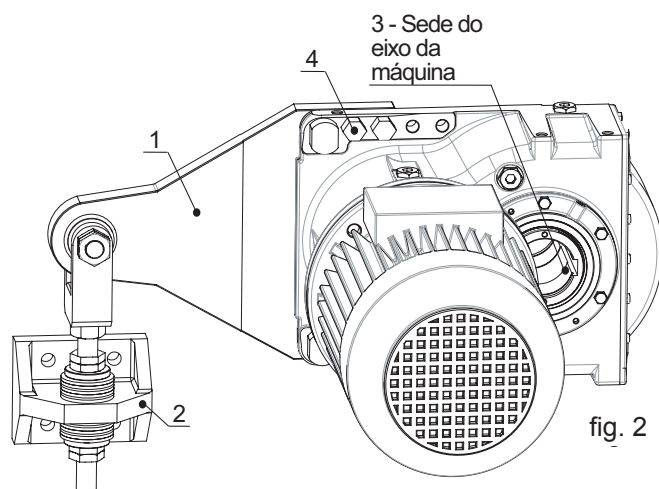

fig. 2
Ancorar o braço de torção na estrutura da máquina (pos. 2) e apertar com parafusos de fixação (classe mínima recomendada 8.8) aplicando um torque de aperto como indicado na tabela "torques de aperto" da seção 9.1 (ver a fig. 2).